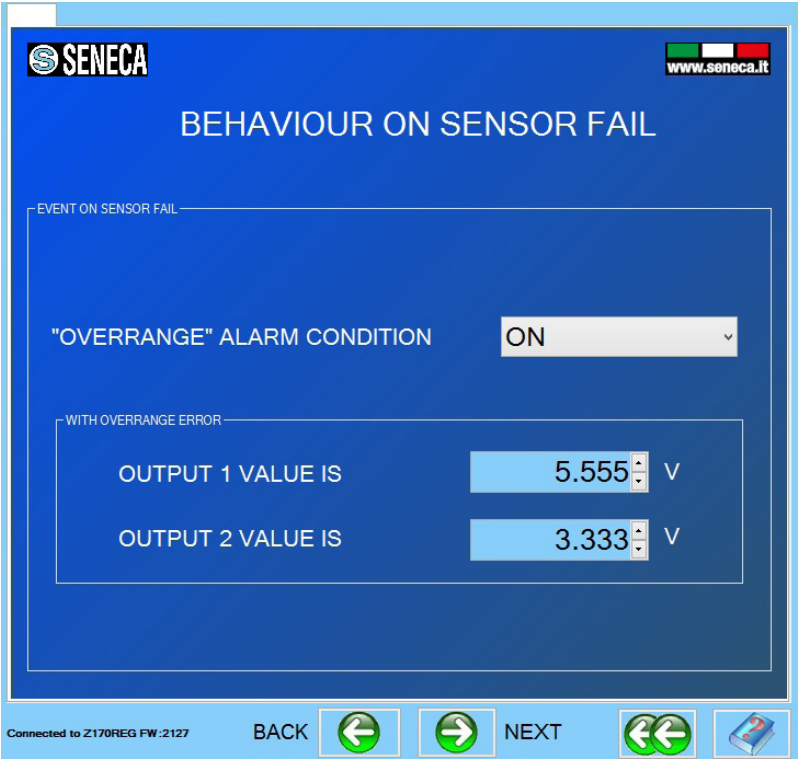

Рисунок 20 - Окно настроек выходного реле аварийных состояний
- «**BEHAVIOUR ON SENSOR FAIL**» настройка состояния выходов при возникновении аварийных ситуаций (рисунок 20, таблица 19).